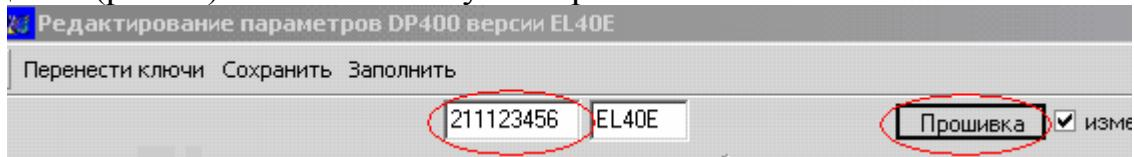
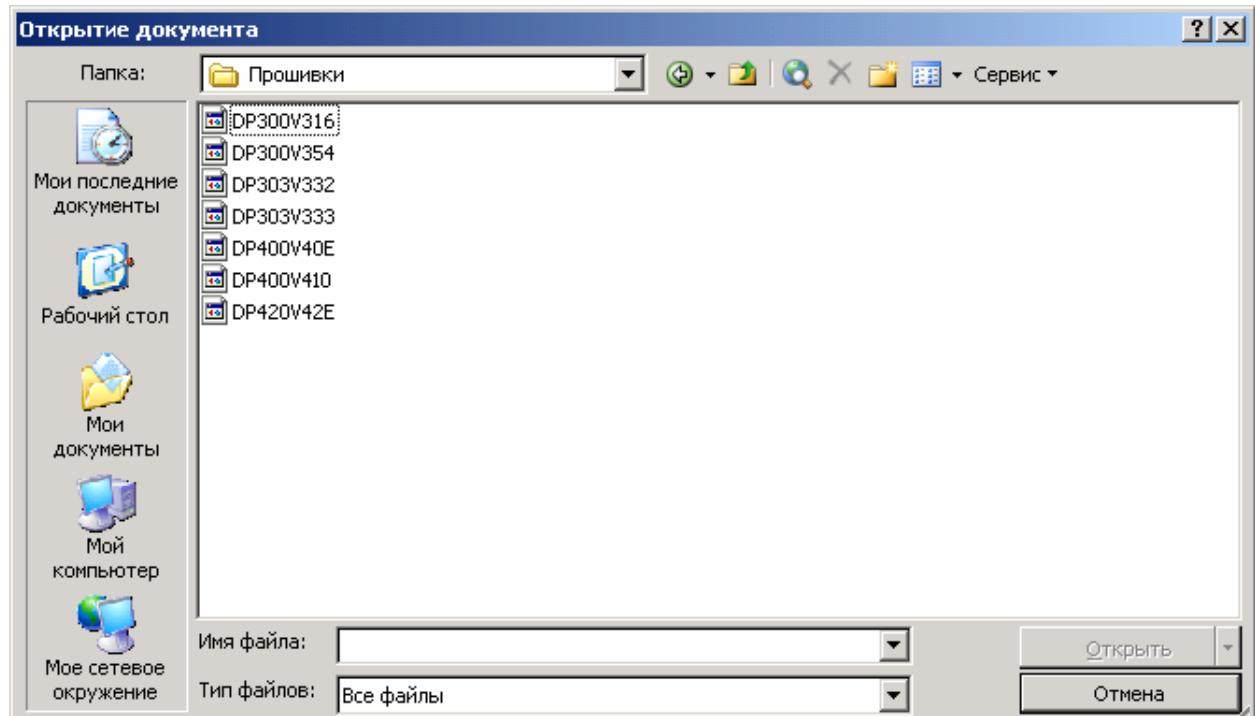

Рис.58
Рис.59. Выбор версии прошивки.
5. Откроется окно редактора КФ выбранного изделия. Ввести в поле «Регистрационный номер изделия» корректный 9-тизначный серийный номер изделия (рис.58). Нажать кнопку «Сохранить».
6. Нажать кнопку «Прошивка» (рис.58). Появится стандартное окно «Открыть» (рис.59). Из каталога «arm\Прошивки» выбрать необходимую версию прошивки, затем нажать кнопку «Открыть».